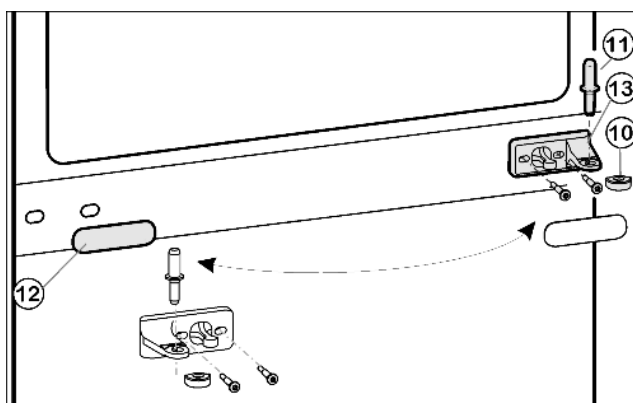
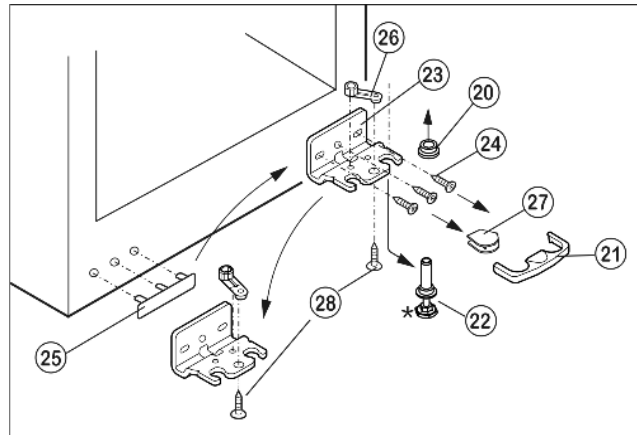

Fig. 5
Fig. 6
- ▶ Вытащите из опорного кронштейна и нижней дверцы средний опорный палец Fig. 5 (11).
- ▶ Пластмассовый колпачок Fig. 5 (10) снимите.
- ▶ Снимите средний опорный кронштейн Fig. 5 (13).
- ▶ Осторожно снимите накладку Fig. 5 (12).
- ▶ Открутите средний кронштейн Fig. 5 (13) и прикрутите его с поворотом на 180° на новую сторону шарнира с усилием мин. 4 Нм.
- ▶ Защелкните накладку Fig. 5 (12), повернув на 180°, на стороне, где теперь будет ручка.
- ▶ Предохранитель Fig. 6 (21) снимите движением вперед.
- ▶ Снимите крышку Fig. 6 (27).*
- ▶ Полностью вверните регулируемую опору Fig. 6 (22).
- ▶ Вытяните опорный палец Fig. 6 (22) вниз и вперед. При этом следите за гнездом шарнира Fig. 6 (20).
- ▶ Открутите опорный кронштейн Fig. 6 (23)(3 шт. Torx 25) Fig. 6 (24).
- ▶ Открутите опорную деталь Fig. 6 (26)(1 Torx 25) Fig. 6 (28) и, переставив в отверстие на противоположной стороне опорного кронштейна, снова прикрутите.
- ▶ Осторожно приподнимите и переставьте крышку Fig. 6 (25) со стороны ручки.
- ▶ Снова прикрутите нижний опорный кронштейн Fig. 6 (23) на новой стороне шарнира при необходимости с помощью аккумуляторного шуруповерта с усилием мин. 4 Нм.
- ▶ Установите крышку Fig. 6 (27) на противоположной стороне.*
- ▶ Предохранитель (21) нужно зафиксировать сбоку на кронштейне, чтобы опорный палец и двери были защищены от выпадения.
- ▶ Снова защелкните предохранитель (21) на опорном кронштейне.
- ▶ Наденьте гнездо шарнира Fig. 6 (20).
- ▶ Установите нижнюю дверцу сверху на нижний опорный палец Fig. 6 (22).
- ▶ Снова наденьте пластмассовый колпачок Fig. 5 (10) на средний опорный кронштейн Fig. 5 (13).
- ▶ Вставьте средний опорный палец Fig. 5 (11) на новой стороне шарнира через средний опорный кронштейн Fig. 5 (13) в нижнюю дверцу.
- ▶ Установите верхнюю дверцу на средний опорный палец Fig. 5 (11).
- ▶ При необходимости выровняйте дверцы через два продольных паза в нижнем опорном кронштейне Fig. 6 (23) и среднем опорном кронштейне Fig. 5 (13) параллельно корпусу устройства. Для этого выкрутите средний винт на нижнем опорном кронштейне Fig. 6 (23).